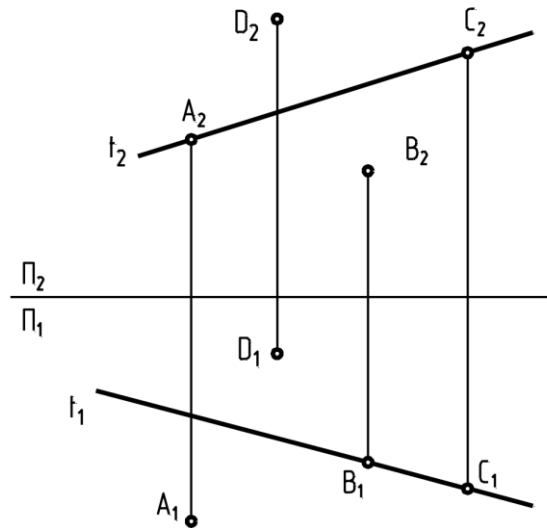

Рисунок 6
**Вопрос 5.** По данным проекциям точек на комплексном чертеже (рис.6) указать какие из точек принадлежат прямой  $t$  ?